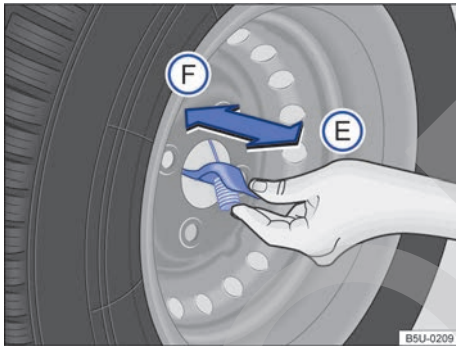

Fig. 168 En la rueda de emergencia: remover el cable de la llanta de la rueda de emergencia.
- Colocar la rueda de emergencia en posición vertical ⇒ fig. 168.
- Retirar el gancho de la llanta por el orificio central de la rueda, en el sentido de la flecha (F).